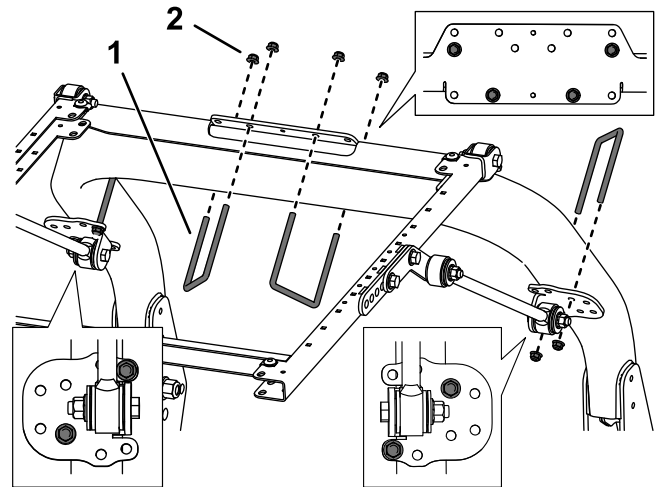

図 39
8. 図 39 に示されている取り付け穴を利用して、各ブレースブラケットを ROPS の柱材に取り付ける U ボルト  $3-1/2$  x 5" とフランジナット 2 個を使用する。